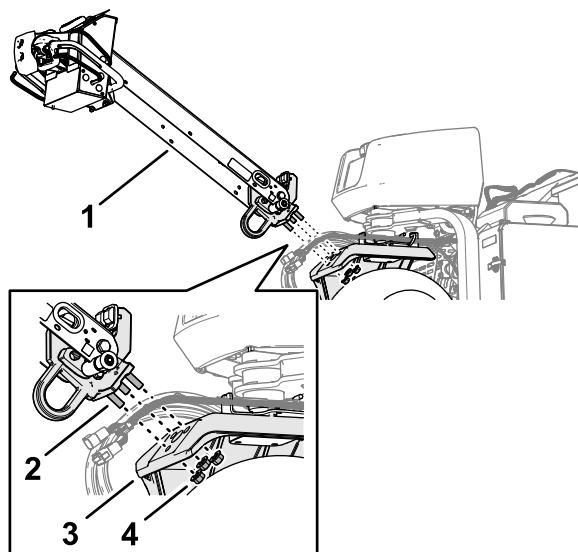

Figura 5
1. Introduceți tifturile la capătul barei de ghidare în orificiile braului de direcție (Figura 5).